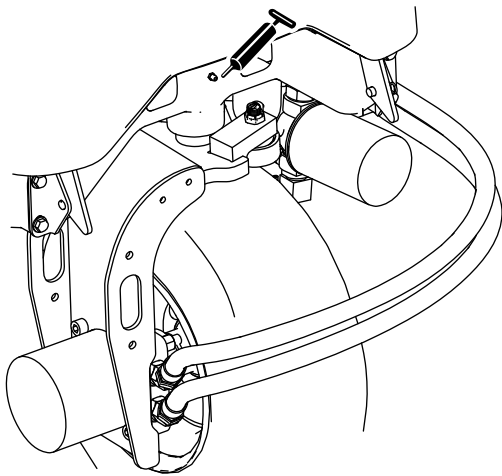

Рисунок 35
- Шарнир поворотного кулака (Рисунок 35).